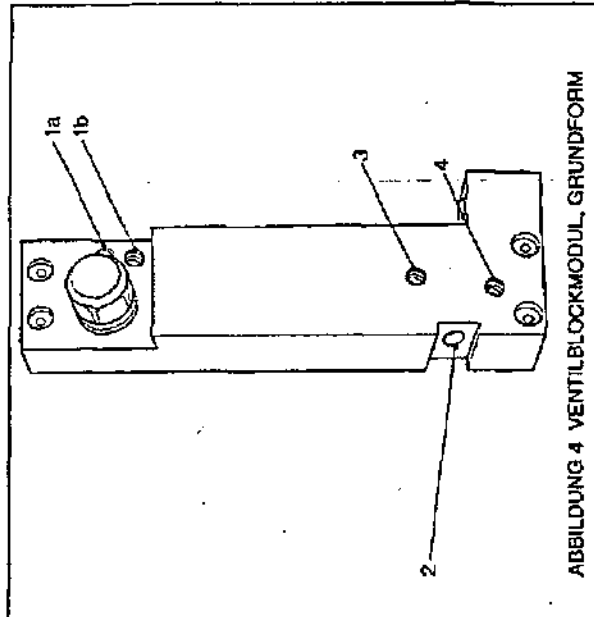

ABBILDUNG 4 VENTILBLOCKMODUL GRUNDFORM
**EINFACHES STEUERVENTIL (ABBILDUNG 4)**
Dieses Steuerventilblockmodul ist bei einer Fernsteuerung des Werkzeugs zu verwenden. Abbildung 4 zeigt die Anschlußpunkte der Signale.